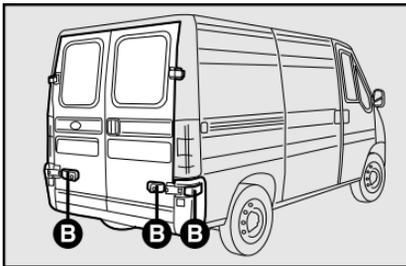

fig. 77
- abra totalmente la puerta enganchándola en el panel lateral del vehículo; los dos topes magnéticos **B-fig. 77** al entrar en contacto mantienen la puerta abierta.